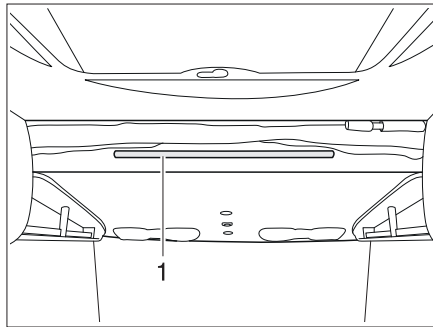

Fig. 161 Lit escamotable électrique
- L'échelle de montée doit être accrochée par les deux étriers à la tige de retenue (Fig. 161,1) se trouvant sur le lit escamotable.